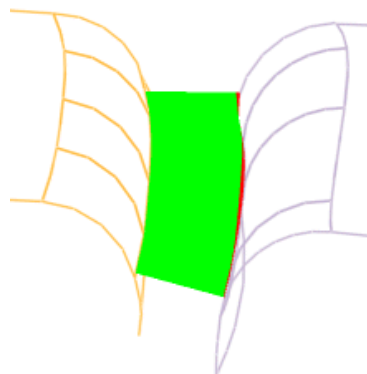

Figura 2.184 Ejemplo de Shaded.
- **Shaded:** el resultado se muestra con una superficie coloreada en vez de con las líneas (Figura 2.184).